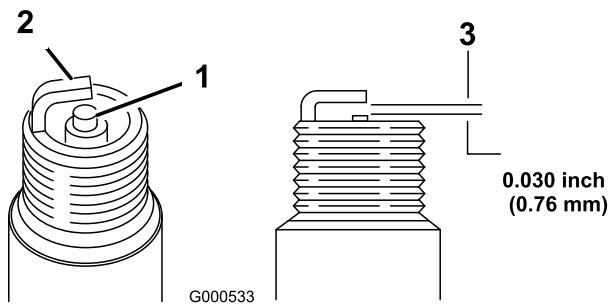

Figura 27
1. Mire la parte central de la bujía (Figura 27). Si se observa un color gris o marrón claro en el aislante, el motor está funcionando correctamente. Si el aislante aparece de color negro, significa que el limpiador de aire está sucio.
2. Compruebe la separación entre los electrodos central y lateral (Figura 27). Si la distancia no es correcta, doble el electrodo lateral (Figura 27).